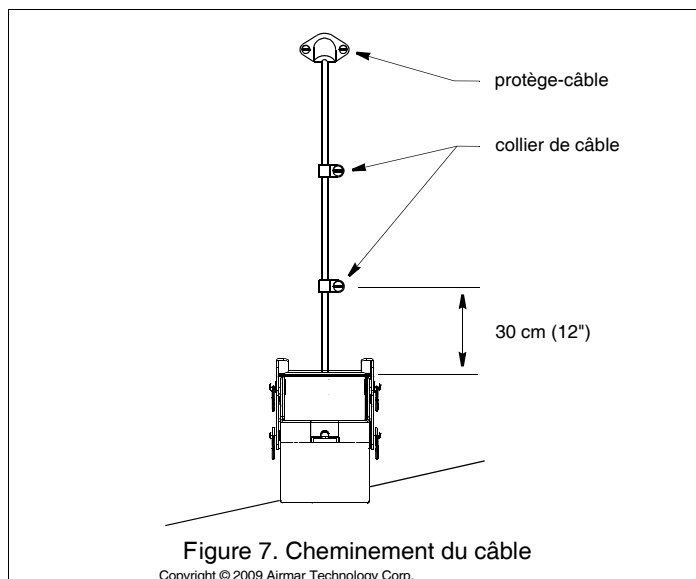

Figure 7. Cheminement du câble
1. Si un trou doit être percé dans le tableau arrière, sélectionnez un emplacement **bien au-dessus de la ligne de flottaison** (voir Figure 7). Vérifiez l'absence d'obstructions telles que volets de trim, pompes ou câblage à l'intérieur de la coque. Marquez l'emplacement avec un crayon. Percez un trou à l'aide d'un foret d'un diamètre suffisant pour permettre le passage du connecteur.